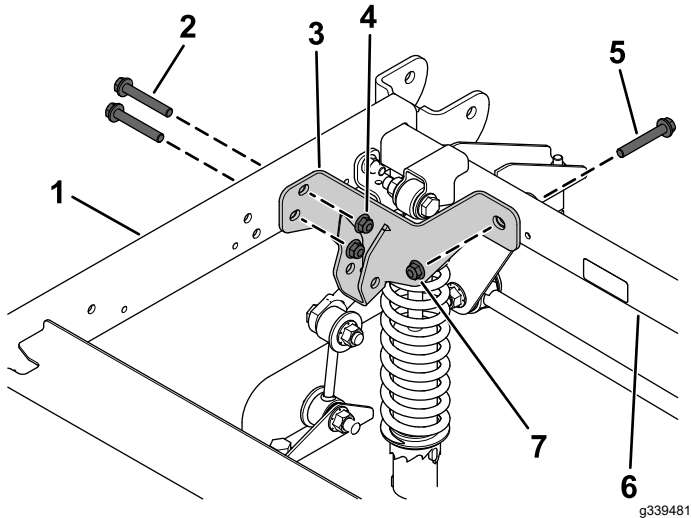

Figure 7
4. Fixez le support de levage aux tubes de cadre arrière et droit à l'aide du boulon à embase et du contre-écrou retirés précédemment, ainsi que de 2 boulons à embase ($\frac{3}{8}$ x $2\frac{1}{2}$ po) et 2 contre-écrous ($\frac{3}{8}$ po) neufs, comme montré à la Figure 7.